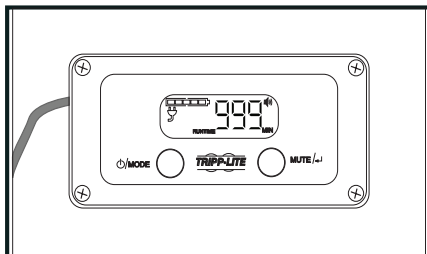

Imagen 4: Carga completa
- Después de que el PowerPod™ alcance la carga completa, encienda el sistema manteniendo presionado el botón MODE en el medidor de combustible hasta que se encienda la pantalla (consulte la **Imagen 4**).